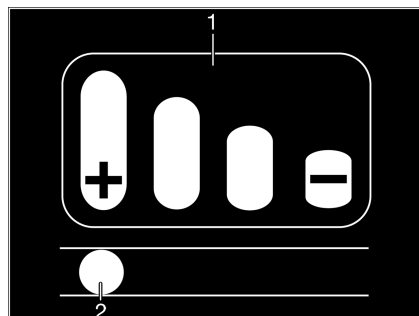

Fig. 166 Témoin d'usure
Un témoin d'usure (Fig. 166) avec diagramme à bâtons (Fig. 166,1) figure sur la poignée d'attelage.
- Quand la goupille (Fig. 166,2) dans le trou oblong se trouve sur la marque avec le signe "+", les garnitures de friction sont encore à l'état neuf.